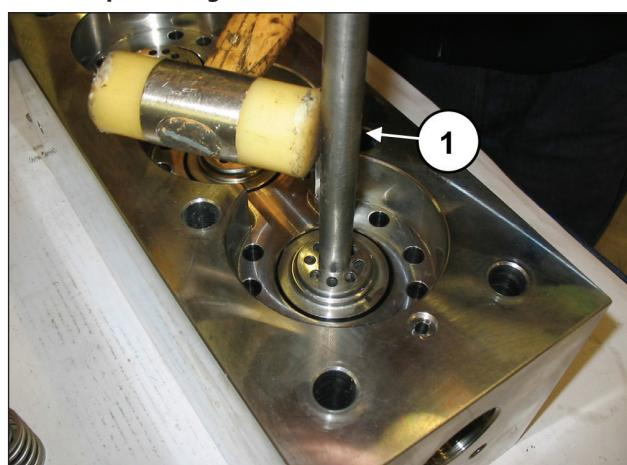

Fig. 104
**Si las sedes de la válvula están bloqueadas en la cabeza debido a los depósitos de cal o al óxido, desbloquearlas introduciendo la herramienta adecuada (cód. 034300020) en el orificio de envío (pos. ①, Fig. 104).**